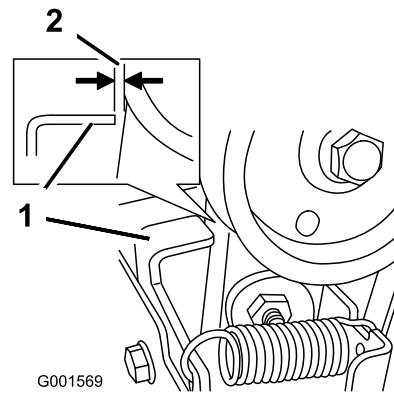

Figure 48
3. Lorsque le levier de commande de la vis sans fin/turbine est désengagé, vérifiez qu'il existe un écart de 1,5 mm (1/16") entre l'ensemble embrayage de vis sans fin et la patte (Figure 48).